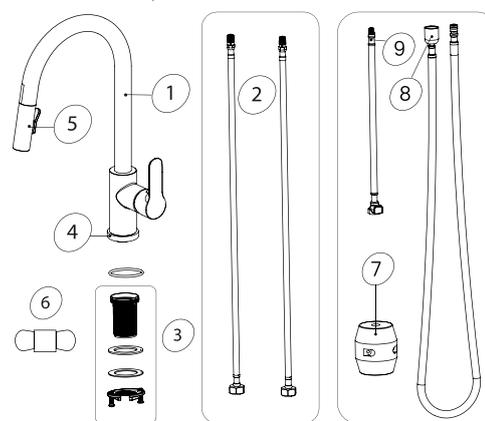

Рис. 1
3. Установите груз (рис.1, деталь №7) на шланг (рис.1, деталь №8). Соедините шланги (рис.1, детали №8 и №9) до характерного щелчка.